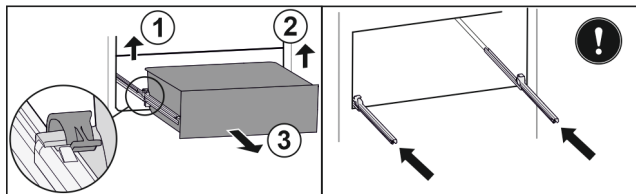

Fig. 142
- ▶ Lyft vänster klämma och dra samtidigt utdragslåda till vänster framåt. Fig. 142 (1)
- ▶ Lyft höger klämma och dra samtidigt utdragslåda till höger framåt. Fig. 142 (2)
- ▶ Ta ut utdragslåda genom att dra den framåt. Fig. 142 (3)